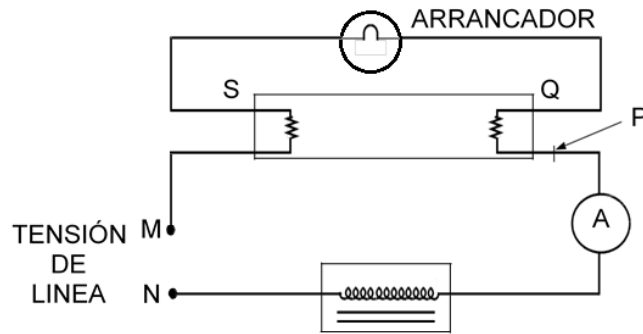

Figura 19.13: Circuito con la lámpara, reactor, arrancador y amperímetro
- 1) Establezca el siguiente circuito, (figura 19.13), tener en cuenta que se unió $S - S$, $Q - Q$ y se conectó un amperímetro entre $P - P$. Tener cuidado en la escala adecuada del amperímetro.